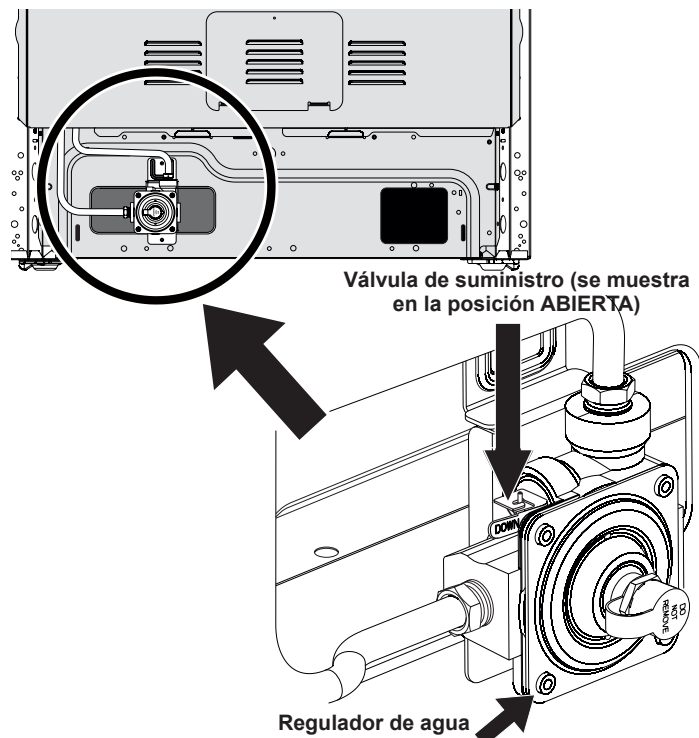

Fig. 11
- f. Asegúrese de que la **válvula de cierre del suministro en el regulador de presión esté en la posición ABIERTA** (vea la Fig. 11).